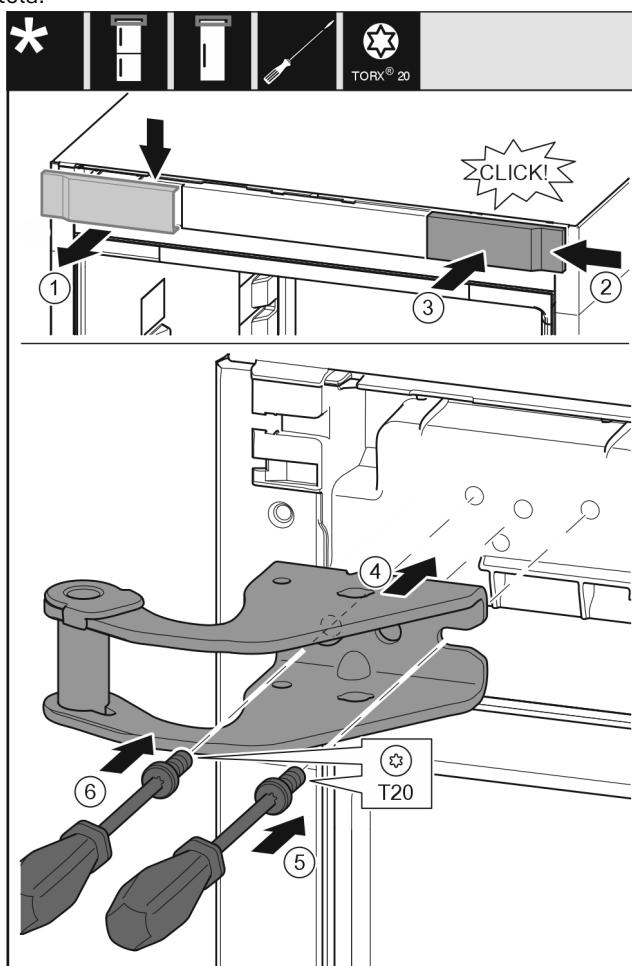

Fig. 31
- Noņemiet pārsegu no augšas uz priekšu. Fig. 31 (1)
- Iekabiniet pārsegu, pagrieztu par 180°, otrajā pusē no labās puses. Fig. 31 (2)
- Nofiksējiet pārsegu. Fig. 31 (3)
- Pielieci augšējo gultņa balstu. Fig. 31 (4)
- Pielieci skrūvi ar skrūvgriezi T20 un pieskrūvējiet. Fig. 31 (5)
- Ievietojiet skrūvi ar skrūvgriezi T20 un pievelciet. Fig. 31 (6)